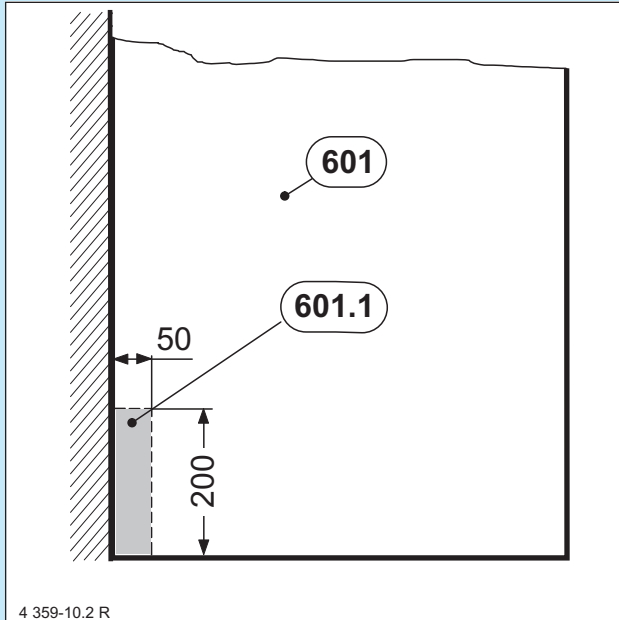

Bild 65
► Beim seitlichen Verziehen der Anschlussleitungen durch die GWZ-1 Ummantelung (Zubehör Nr.601) sind die Maße der Aussparung (siehe Bild 65) in den Seitenteilen der Ummantelung zu beachten.